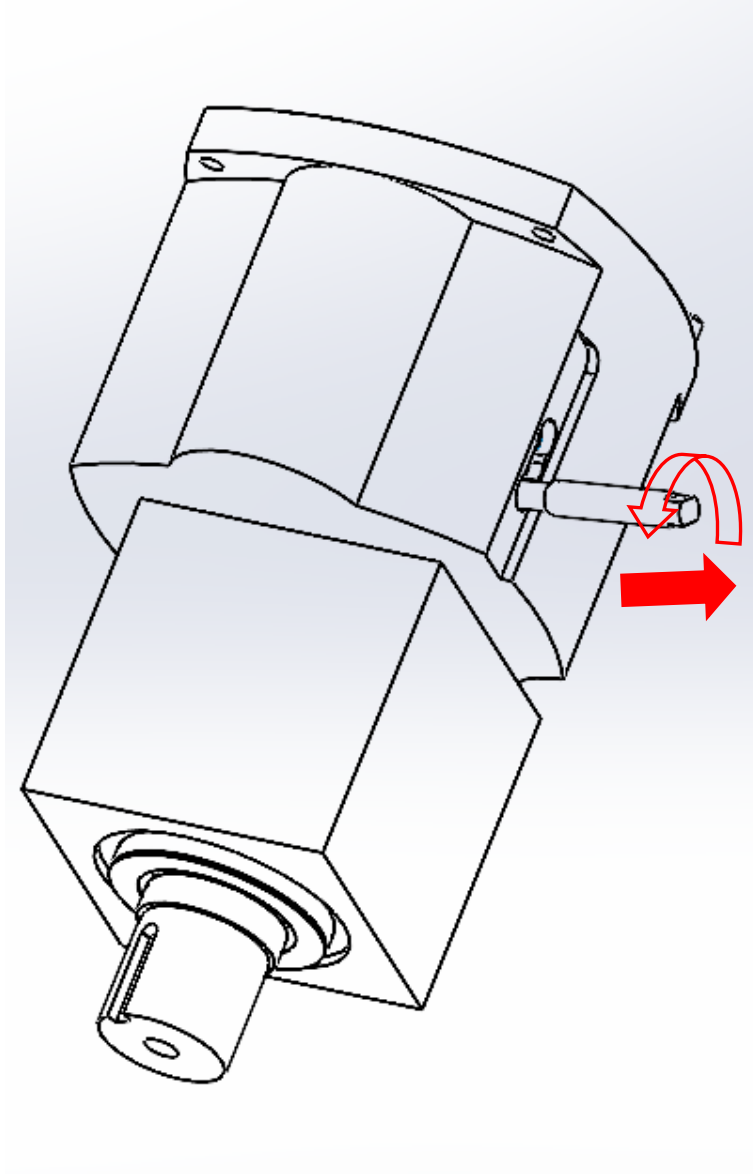

Figure 1.20
1.7.3 Dış vites kolunu figure 1.20'de olduğu gibi sökün ve çıkarın;